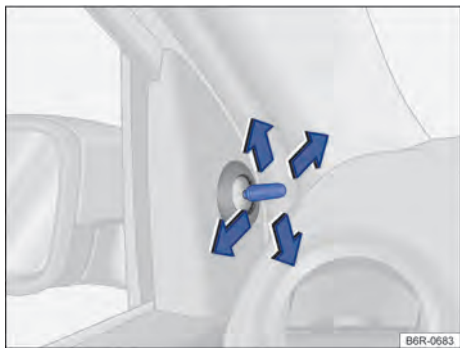

Fig. 78 Nas portas dianteiras: botão de ajuste dos espelhos retrovisores externos mecânicos.
– Movimentar o botão de ajuste no revestimento das portas dianteiras → Fig. 78.